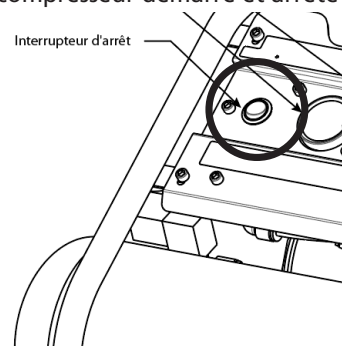

Figure 2
Manostat - Le compresseur s'arrête automatiquement lorsque la pression du réservoir atteint la pression maximale préalablement réglée. Une fois l'air du réservoir utilisé et que la pression descend au niveau inférieur préalablement réglé, le manostat remet le réservoir en marche automatiquement. En mode « Off », le compresseur ne fonctionnera pas. Cet interrupteur devrait être en position « Off » lors du branchement ou du débranchement du cordon d'alimentation de la prise électrique. (Figure 2)
1. Si la fiche du cordon électrique de l'unité ne vous est pas familière et si elle ne s'insère pas dans votre réceptacle, la Figure 2 vous aidera à en comprendre la raison grâce à ses illustrations de fiches et les tensions différentes avec lesquelles elle peut être utilisée.